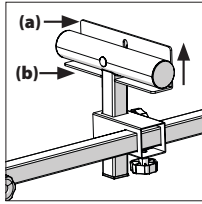

Fig. 7
- Suelte el botón de bloqueo y eleve la cara del tope hasta su posición más alta (Fig. 7), después, apriete el botón de bloqueo.